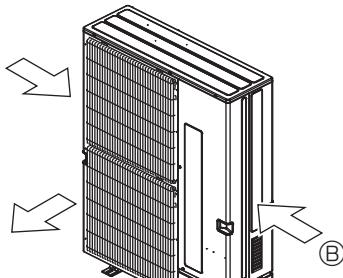

Fig. 2-17
- ② Εγκαταστήστε τη μονάδα με τρόπο ώστε ο αέρας που βγαίνει από το στόμιο εξαγωγής να φυσά κάθετα σε σχέση με την κατεύθυνση του ανέμου, εάν αυτό είναι δυνατό. (Fig. 2-17)